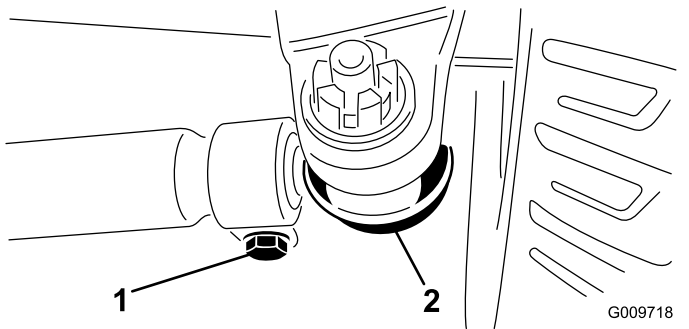

図 115
- 調整が必要な場合は、タイロッドのボールジョイントのコッターピンとナットを外す 図 115。アクスルケースサポートからタイロッドのボールジョイントを外す。
- タイロッド両側のクランプをゆるめる 図 115。